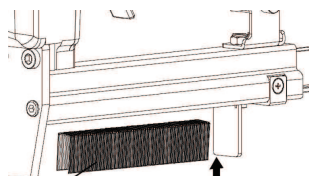

Figura 2
- 3 – Verifique qual grampo ou pino é compatível como equipamento. Insira o grampo ou pino apropriado com as pontas voltadas para o trilho de desgaste (figura 2);